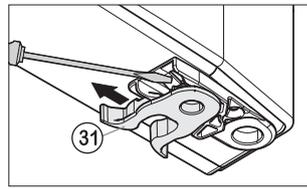

Fig.5
- Federklemme Fig. 5 (31) umsetzen: Rastnase runterdrücken, Federklemme darüber hinweg abziehen.